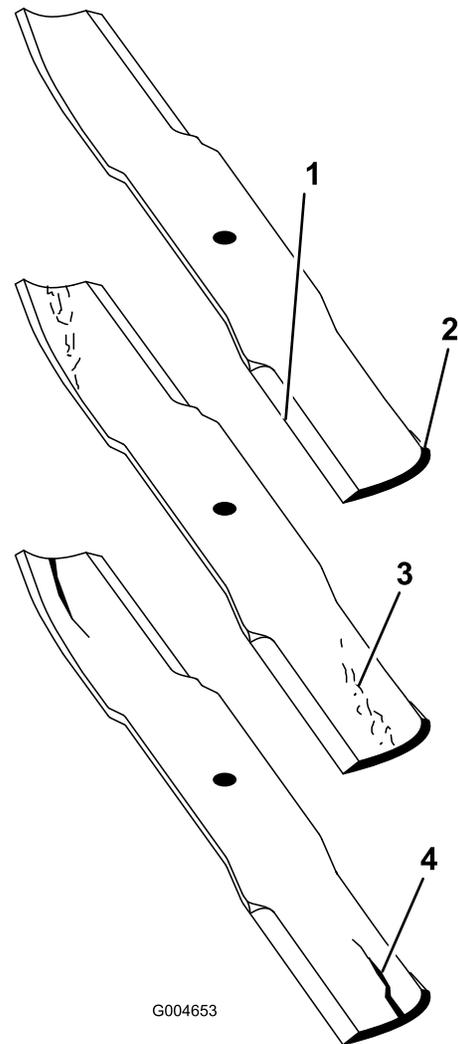

図 125
2. ブレードの切っ先を注意深く観察、特に、直線部と曲線部が交わる部分をよく観察する 図 125。
注 この、直線部と曲線部の交差域は、砂などによる磨耗が進みやすい部分なので、機械を使用する前によく点検することが必要である。磨耗が進んでいる場合 図 125にはブレードを交換する。